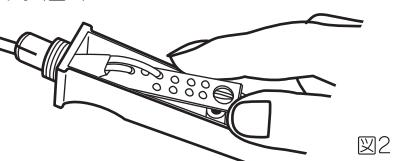

図2
グリップA・B共に基板をグリップの突起からはずし、基板とヒーターを取り出します。(図2)
a.基板を図のように少し横にして持ちヒーターをグリップ上の金具に通します。(図2)